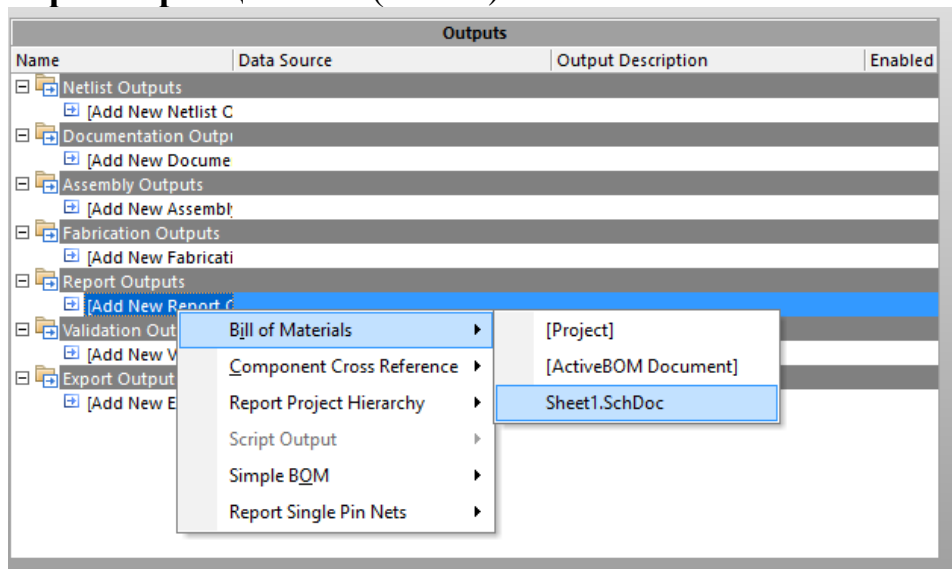

Рис.19. Формування документації через Outjob
2.5.2. Виконуємо налаштування файлу **Out Job File**. У групі **Report Outputs** нажимаємо праву кнопку миші > **Bill of Materials > файл принц. схеми** (Рис.19).